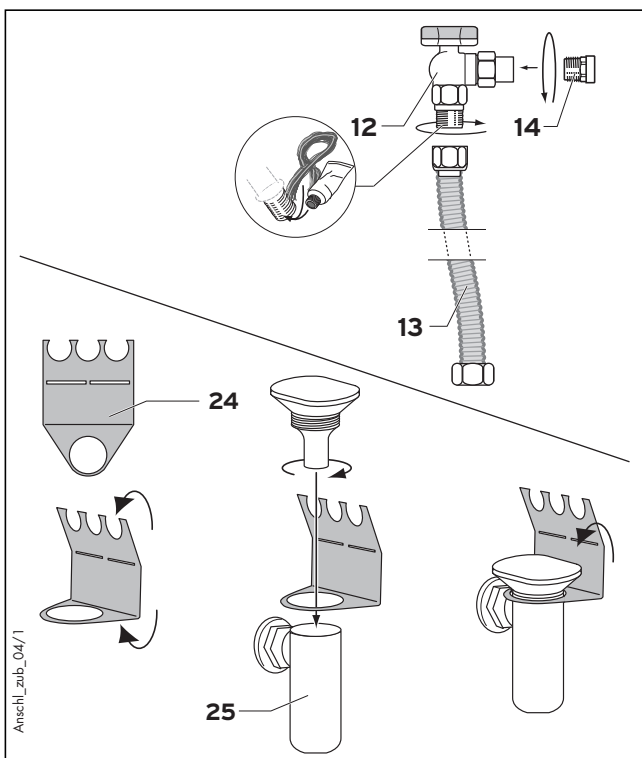

Abb. 2.2 Ablauftrichter vorbereiten
Bei der Montage des Edelstahl-Wellenschlauchs (13) für den Gasanschluss (Abb. 2.2) unbedingt die mit dem Wellenschlauch mitgelieferten Dichtungen verwenden. Nur diese sind für den Gasweg zugelassen.